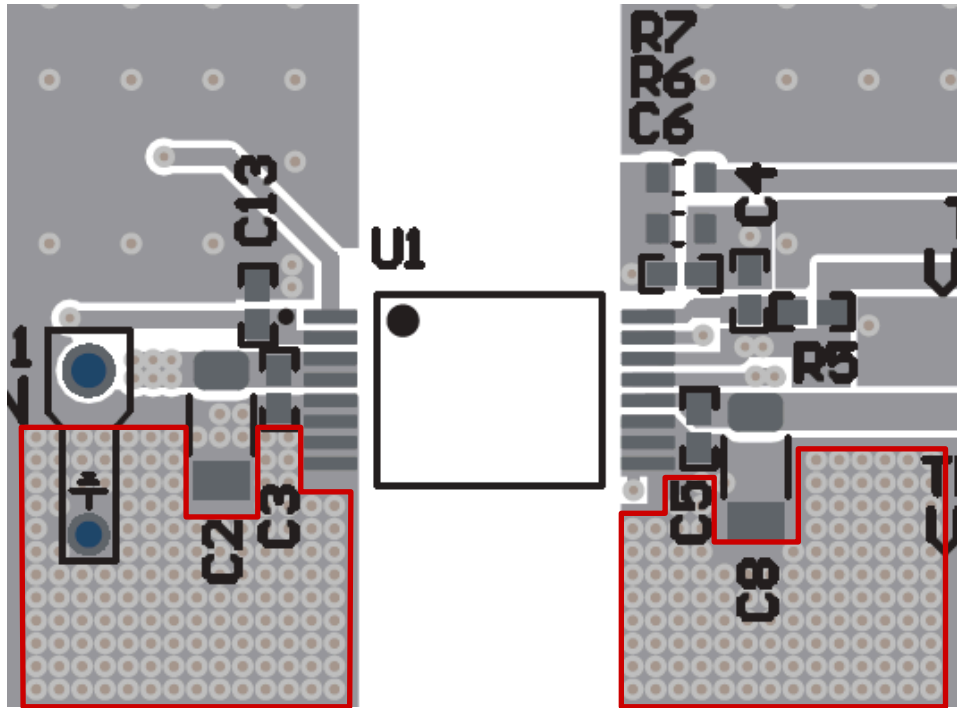

図 8-7. サーマルビア
- f. 図 8-7 にレイアウトの例を示します。銅の面積が少ない場合は、ピン 5 ~ 8 (1 次側) と 9 ~ 11 (2 次側) の近くに配置し、設計で可能な限り多くのサーマルビアを使用します。